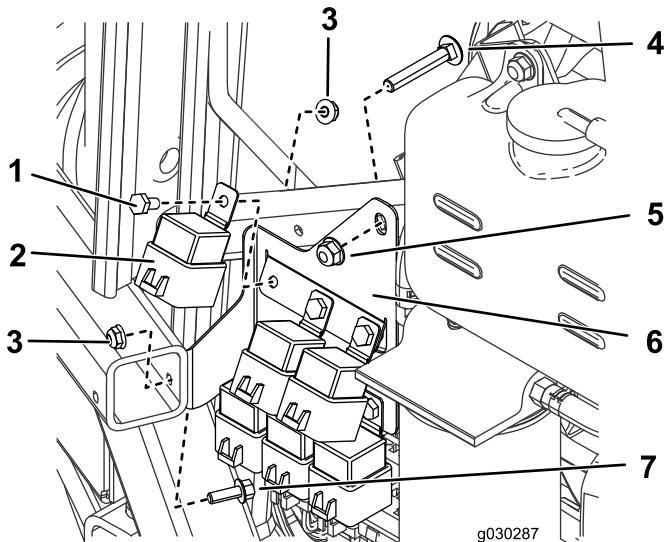

Figure 21
1. Sur le côté droit de la machine, montez 6 relais sur le support à l'aide de 6 boulons (1/4 x 1/2 po) et 6 écrous (1/4 po), comme montré à la Figure 21.
3. À l'aide d'un boulon (1/4 x 3/4 po), d'un écrou (1/4 po) et du boulon et de l'écrou que vous venez de retirer, montez le support de relais sur la machine (Figure 21).